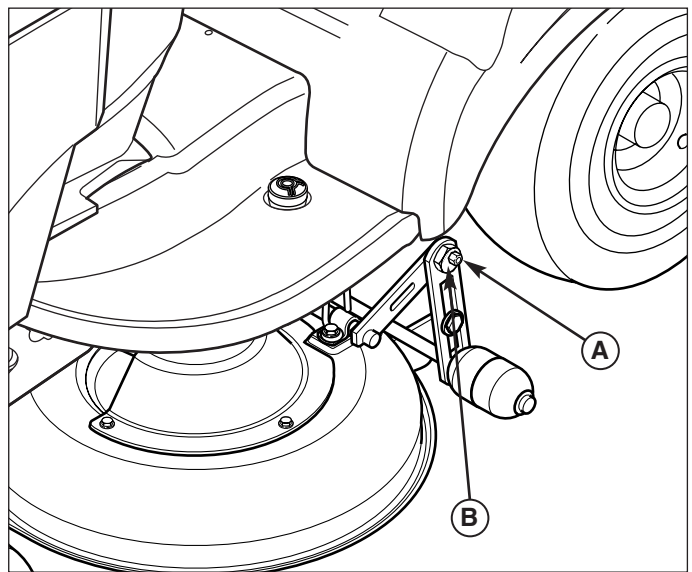

Abb. 38. Egalisieren des Mähwerks von Seite zu Seite
5. Siehe Abb. 38. Äußere Mutter (A) lösen. Die Exzentermutter (B) drehen, um die linke Seite des Mähwerks höher oder tiefer zu stellen. Wenn das Mähwerk egalisiert ist, die Exzentermutter während des Anziehens der äußeren Mutter festhalten.